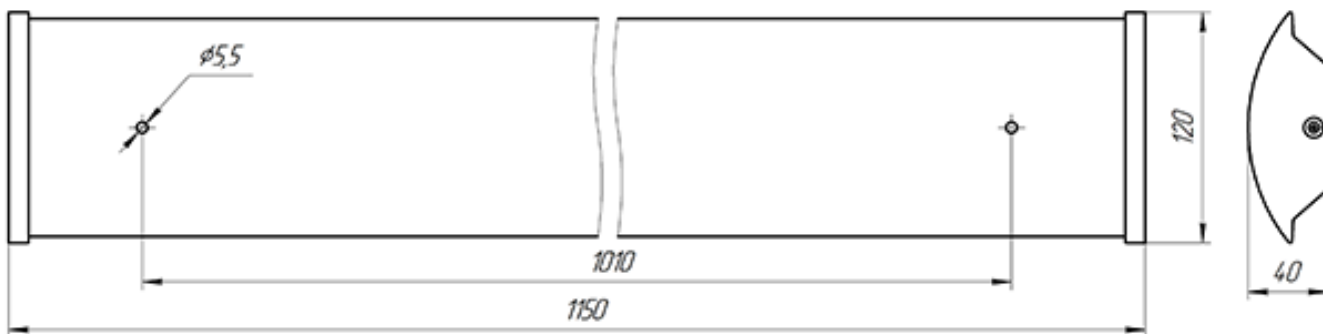

Рисунок 1. Габаритный чертеж Econex Office 1200 AN
5.2.1. Для установки светильника необходимо отсоединить торцевую крышку и аккуратно снять рассеиватель. Надежно закрепить на ровной поверхности корпус светильника при помощи креплений (не входят в комплект поставки), габариты для монтажа см. рисунок 1.